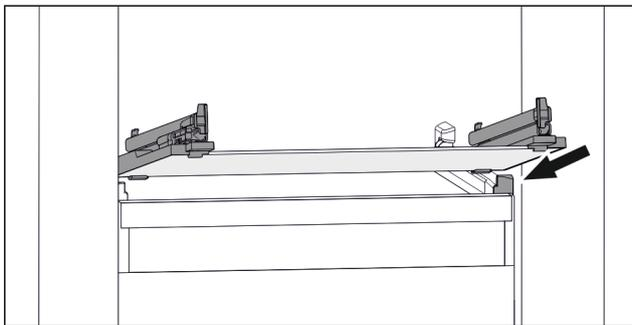

Fig. 47 Representación de la placa de vidrio a modo de ejemplo
- ▶ Coloque la placa de vidrio inclinada detrás de los topes. (consulte Fig. 47)